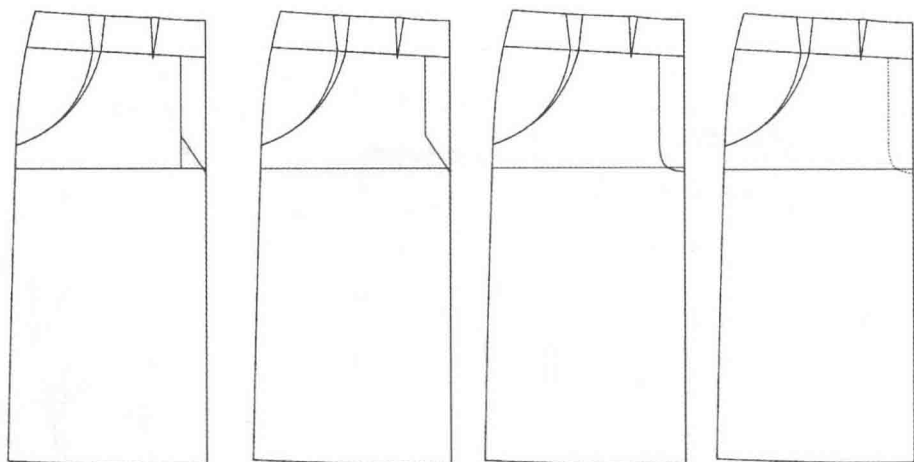

图5-14 画门襟线步骤2
(2) 如图 5-14 所示, 选择  【智能笔】工具框选两条门襟基础线, 按鼠标右键结束即可连角处理。选择  【调整】工具调顺门襟线。将线型框  改为虚线, 选择  【设置线的颜色类型】工具点击门襟线, 这时门襟线即变为虚线。